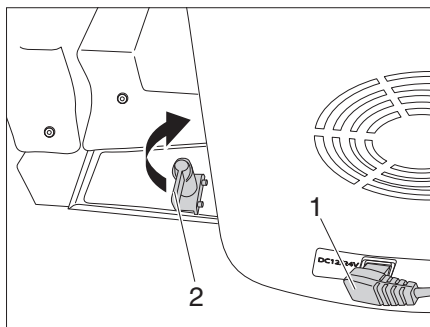

Fig. 88 Sicura di chiusura
- Sfilare la spina a 12 V (Fig. 88,1) dal frigobox.
- Ruotare la sicura di chiusura (Fig. 88,2) sul piano di sostegno di 180° verso il lato anteriore.
- Ruotare la sicura di chiusura (Fig. 88,2) sul piano di sostegno di 180° verso il lato posteriore.
- Collegare la spina a 12 V (Fig. 88,1) al frigobox.